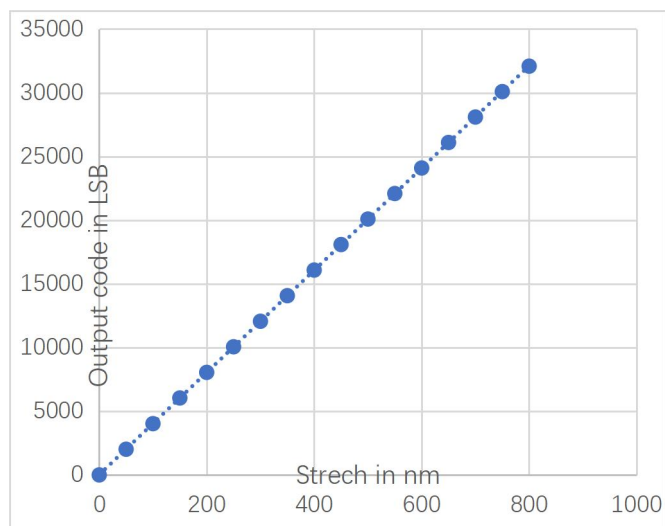

图 3 系统零点校准后拉伸距离与输出码值的对应关系图
(3) 灵敏度 S_d 指的是拉伸距离 S_{dis} 每拉伸 1nm 产生的 ADC code 变化, 见图 3 所示。
(4) 线性度 L_d 表示拉伸距离、ADC 输出 code 值二者关系与理想直线的符合程度, 计算式为: